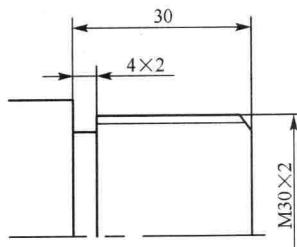

图 1-10 直螺纹加工
(2) 指令练习
① 直螺纹加工 如图 1-10 所示, 螺纹外径已车至 29.8; 4×2 的退刀槽已加工, 此螺纹加工查表知切削 5 次 (0.9; 0.6; 0.6; 0.4; 0.1), 至小径  $d=30-1.3\times 2=27.4$ 。